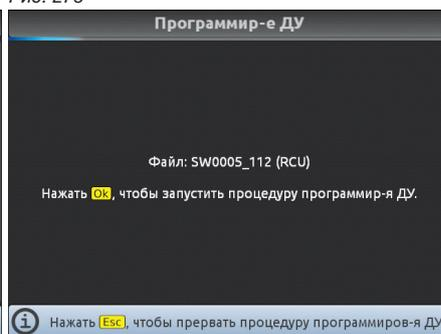

Рис. 275
**3** Выберите пункт **Пуск процедуры перепрошивки** и нажмите **OK**. Выполните инструкции, данные на дисплее, и запустите процедуру программирования (Рис. 275).